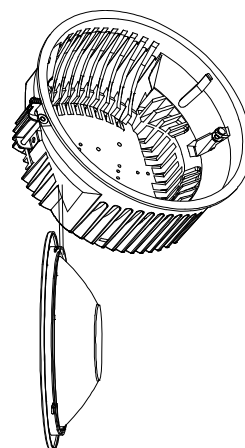

Abb. 3
5. Öffnen Sie den Bajonettverschluss des Downlights durch eine Linksdrehung des Deckenrings (Abb. 3).